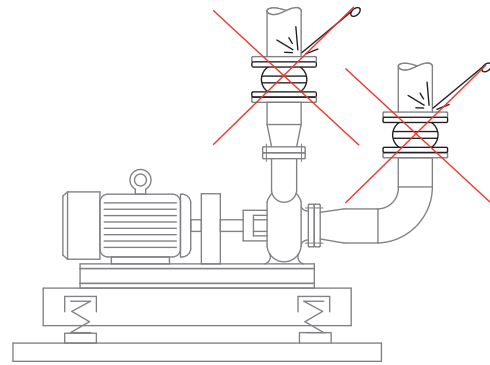

Рис. 4
**Запрещено** проведение сварочных работ в непосредственной близости от вставки-компенсатора без ее защиты или демонтажа (рис. 4).